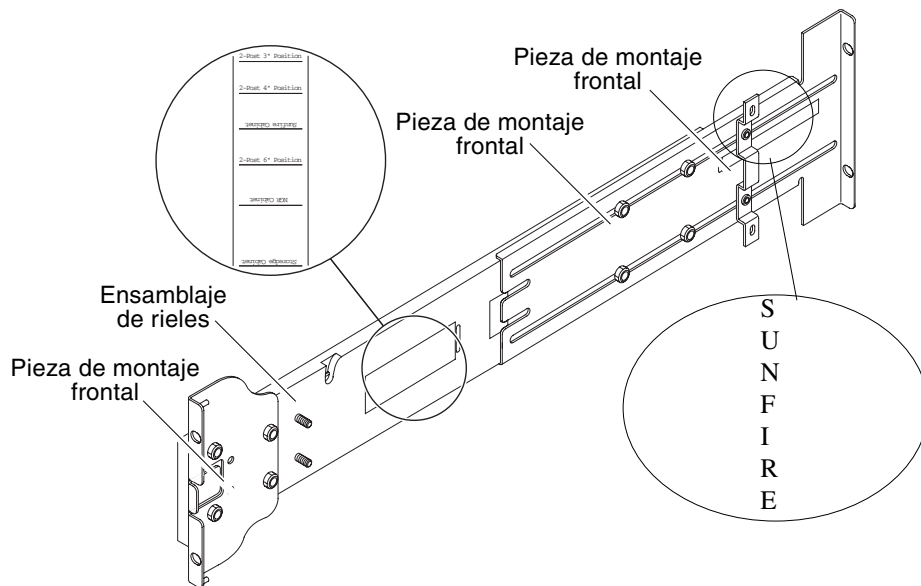

FIGURA 1-1 Ensamblaje de los rieles (configuración estándar)
Cada ensamblaje de rieles consta de cuatro componentes (FIGURA 1-1):
Ajuste la posición de la pieza de montaje posterior o de la pieza de montaje regulable para modificar la longitud del ensamblaje. El ensamblaje de los rieles y la pieza de montaje posterior presentan marcas en el metal que indican las ubicaciones de montaje de determinados muebles. En la FIGURA 1-1 se muestra la ubicación de las marcas.
1. Retire las tuercas que sujetan la pieza de montaje regulable y retire dicha pieza (FIGURA 1-1).